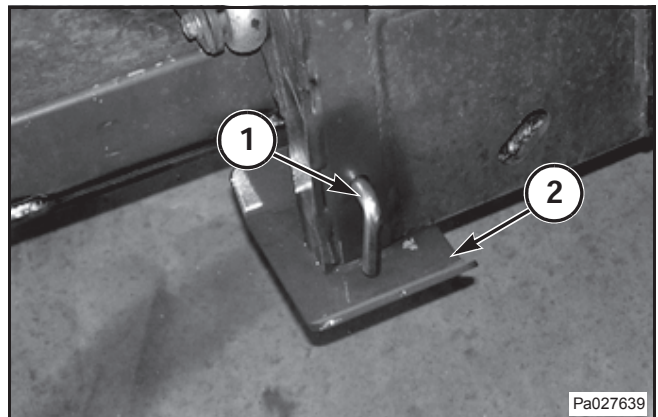

FIG. 15
FIG. 15: Remueva las clavijas de los pernos traba (1) que fijan los caballetes de estacionamiento (2). Baje los caballetes de estacionamiento hasta el suelo. Levante los caballetes de estacionamiento para alinear el primer conjunto de huecos trabas disponible e instale los pernos traba. Instale las clavijas en los pernos traba.